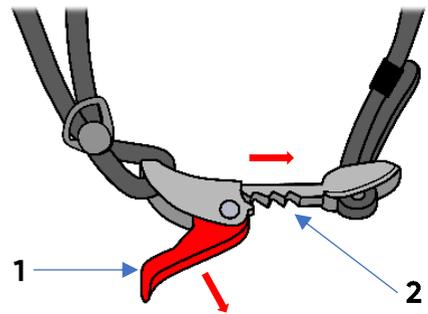

Fig. 5
Para cerrar la correa, introduzca el elemento de la correa (2) en el cierre (1) (Fig. 4). Para abrir la correa, tire el cierre (1) y suelte el elemento de la correa (2) del mismo. (Fig. 5)